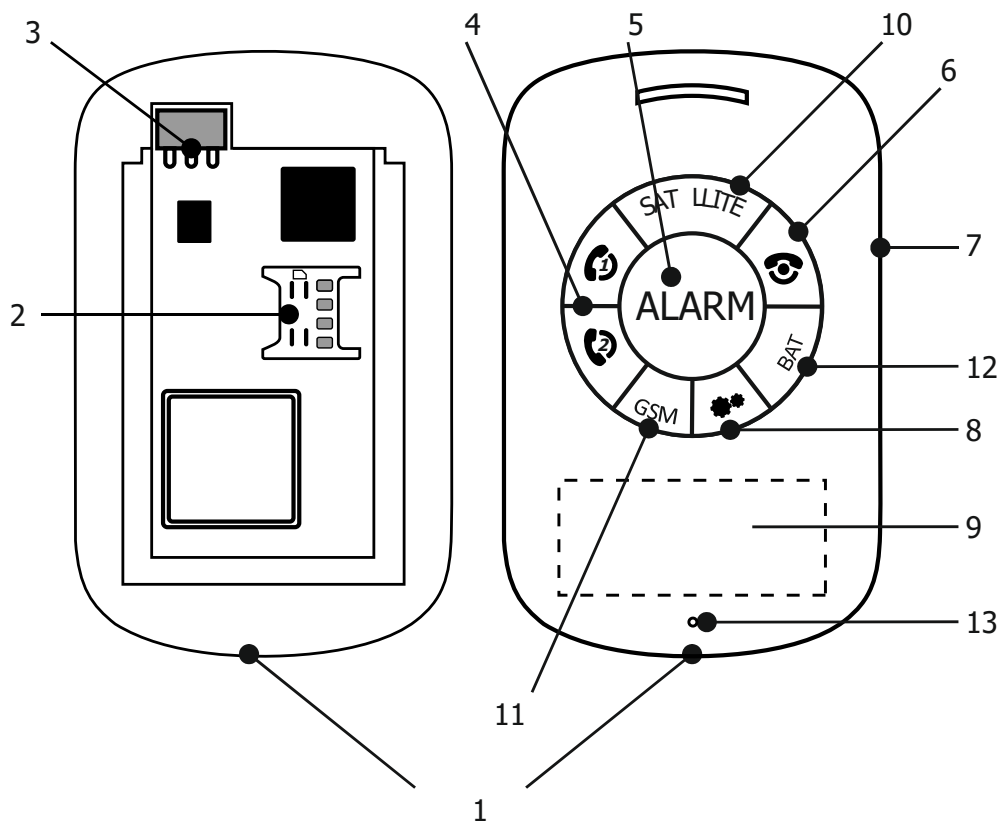

Рисунок 1 — Внешний вид прибора и размещение основных его элементов
- Размещайте GPS-антенной вверх (рис. 1);